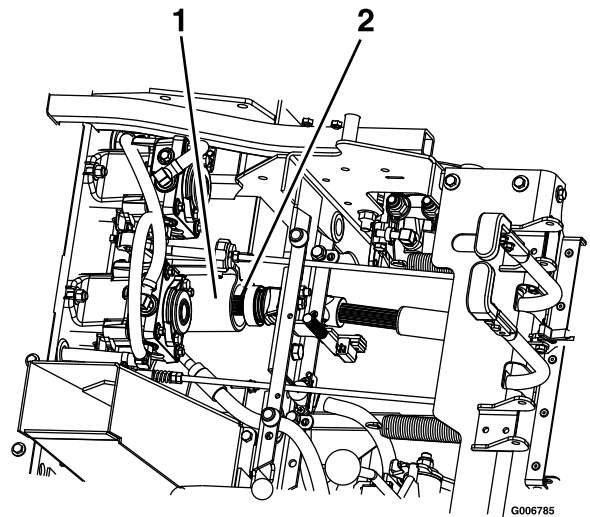

Figura 81
9. Desenganche el asiento y desconecte el árbol de transmisión con el acoplamiento rápido en el eje secundario (Figura 81). Consulte Desenganche del asiento \(página 20\)
5. Instale el árbol de transmisión en el eje secundario (Figura 81).